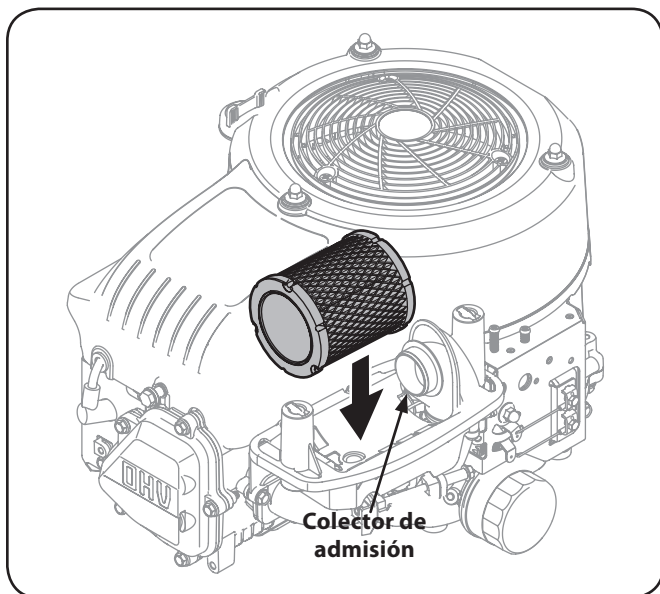

Figura 6-7
6. Conecte el nuevo filtro de aire con elemento de espuma alineando el orificio en el filtro de aire con el colector de admisión. Vea la Figura 6-7.